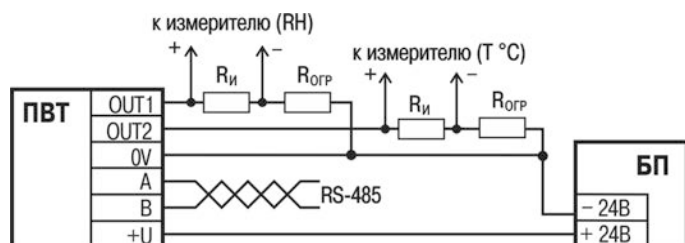

Рисунок 5.2 – Схема электрических соединений прибора
- выполнить подключение внешних связей многожильным кабелем диаметром не более 5 мм согласно схеме электрических соединений (см. рисунок 5.2), предварительно проделав отверстие в силиконовой вставке на боковой грани корпуса;
Присоединить к прибору источник питания постоянного тока и вторичные приборы согласно рисунок 5.2.